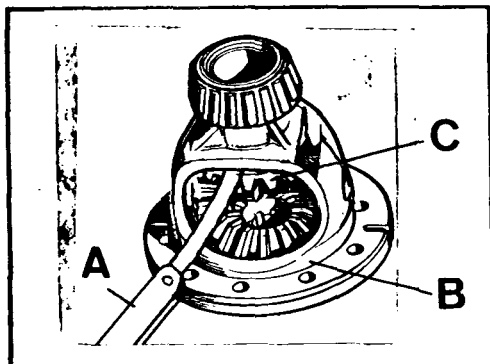

Fig. E1-58.- Ajuste holgura planetarios
- 6.07.- Verificar la holgura entre satélites y planetarios para lo cual se introducirá una galga entre uno de los planetarios y su asiento en la caja de satélites. (Fig. E1-58). Dicha holgura no deberá ser nunca superior a 0,5 mm. (0,020") y los piñones deberán girar libremente. En caso necesario seleccionar las piezas nuevas hasta conseguir un reglaje adecuado.